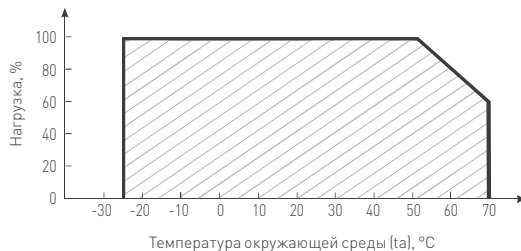

Рис. 2. Максимальная допустимая нагрузка, % от мощности источника.
Температура окружающей среды	-25...+50 °С (см. Рис. 2)
- Температура окружающего воздуха от -25 до +50 °С (см. Рис. 2, график зависимости максимально допустимой нагрузки от температуры окружающей среды);
- 4.4. Не нагружайте источник питания более 80% от его максимальной мощности. Учитывайте, что с повышением температуры окружающей среды, максимальная мощность источника питания снижается, см. график зависимости максимально допустимой нагрузки от температуры окружающей среды на Рис. 2.